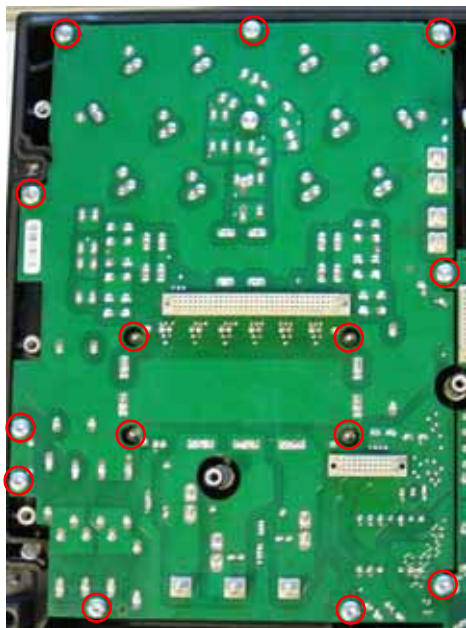

Рис. 53 Винты крепления платы инвертора
2. Снимите винты крепления платы инвертора. См. рис. 53.